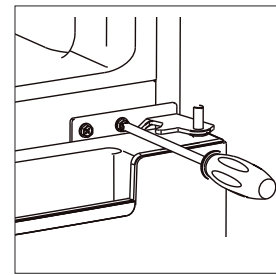
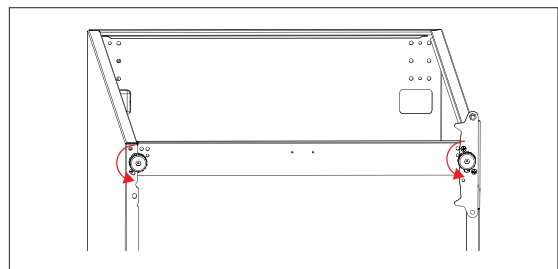

Abb. 8
Abb. 9
- ▶ Entfernen Sie das mittlere Scharnier (6), indem Sie die Halterungsschrauben lösen (Abb. 8). Entfernen Sie die Unterlegscheiben ebenfalls und legen Sie sie zur späteren Verwendung sicher zur Seite.
- ▶ Heben Sie die Gefrierraumtür (7) vom unteren Scharnier und stellen Sie sie gegen Umfallen gesichert auf eine weiche Unterlage zur Seite, um Kratzer zu vermeiden.
- ▶ Entfernen Sie den Blindstopfen aus der Scharnierbuchse auf der linken Seite der Gefrierraumtür (7), indem Sie ihn z. B. mit einem kleinen Schlitzschraubendreher heraushebeln. Setzen Sie den Blindstopfen in die Scharnierbuchse auf der rechten Seite wieder ein.
- ▶ Schrauben Sie die Gerätefüße (9) durch Drehen gegen den Uhrzeigersinn ab (Abb. 9).